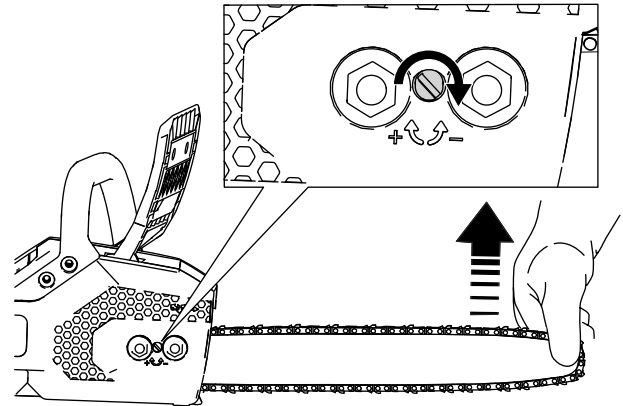

Figura 29
6. Levante la punta de la espada (Figura 29).
- **Para apretar la cadena**, gire el tensor de la cadena en sentido horario (Figura 29).